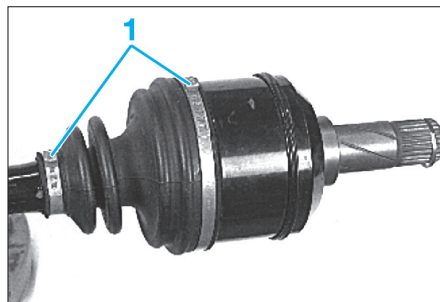

FIG. 10
- Déposer les colliers (1) (Fig.10) du soufflet.